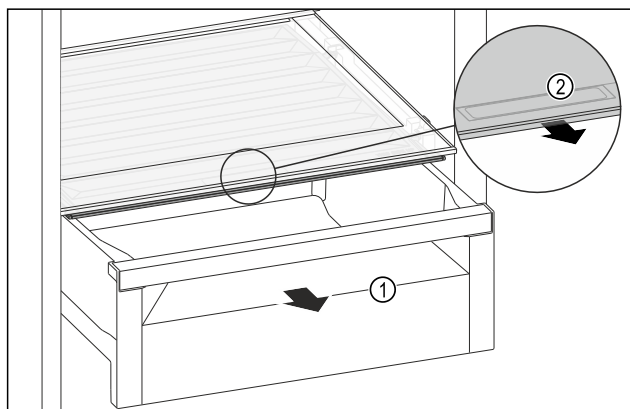

Fig. 220
- Estrarre il cassetto Fig. 220 (1).
- Afferrare la maniglia incassata Fig. 220 (2) sul coperchio dello scomparto e tirare allo stesso tempo in avanti il coperchio dello scomparto.